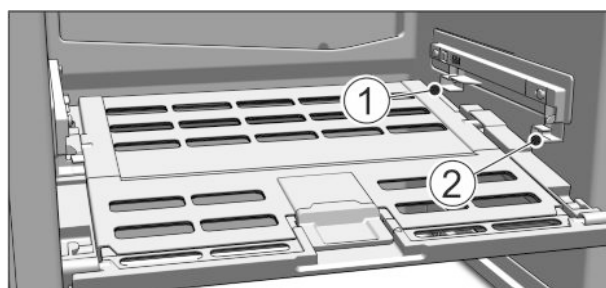

Fig. 48
- ▶ Nasazení víka přihrádky na ovoce a zeleninu: Výstupky víka zavedte zdola do zadních držáků *Fig. 48 (1)* a vpředu zaklesněte do držáku *Fig. 48 (2)*.